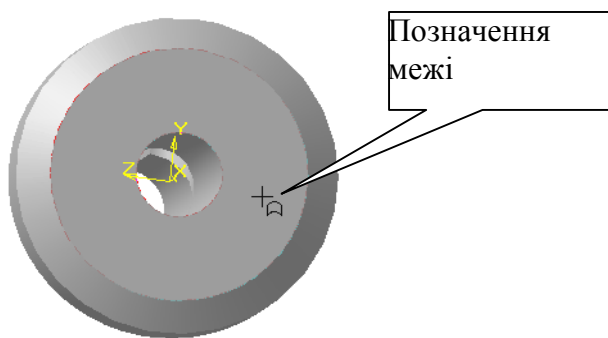

Рис. 7.12.
3. Виконайте межі у призми. Для цього розгорніть деталь таким чином, щоб зручно було вказати праву торцеву площину. Вкажіть праву торцеву площину (позначення грані), рис. 7.12. Активізуйте кнопку *Новий ескіз*.